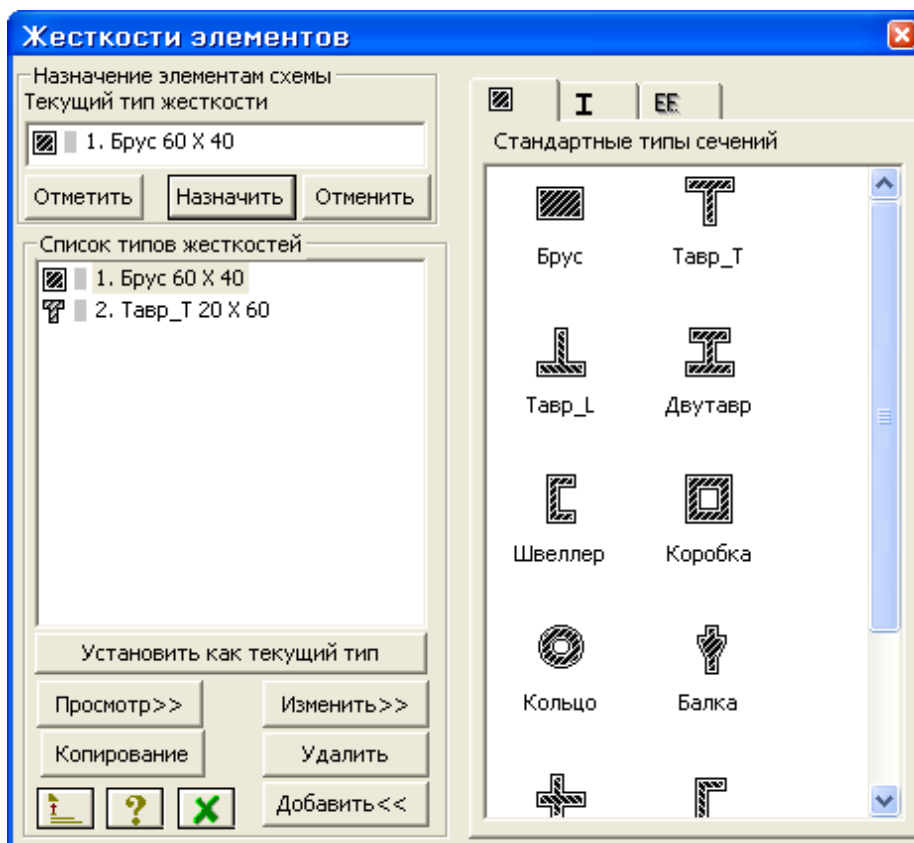

Рис.1.8. Диалоговое окно **Жесткости элементов**
- С помощью меню **Жесткости** ⇒ **Жесткости элементов** (кнопка  на панели инструментов) вызовите диалоговое окно **Жесткости элементов** (рис.1.8).